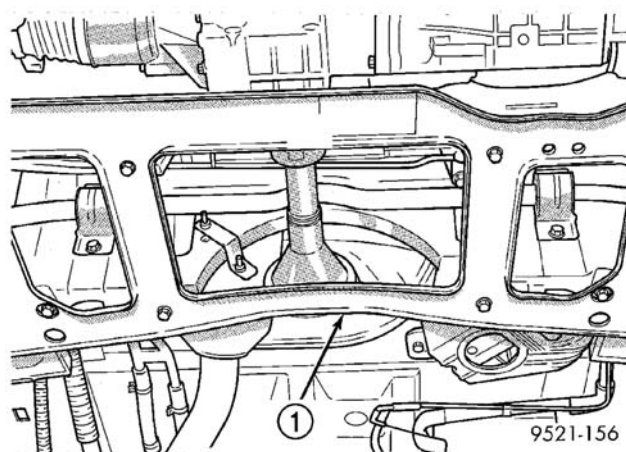

图 6 横梁托板
(28) 使用刀片或合适的切割器从变速桥接头处切断冷却器软管。堵上油管 and 接头防止杂物进入变速桥或冷却系统。然后在安装时使用维修用的冷却软管接头。
(29) 断开变速桥排档连杆和线束接头。
(30) 在举升器上举升车辆和放出机油。
(31) 卸下半轴。（参见 3-差速器与传动系 / 半轴-拆卸）
(32) 拆下横梁托板（图 6）。